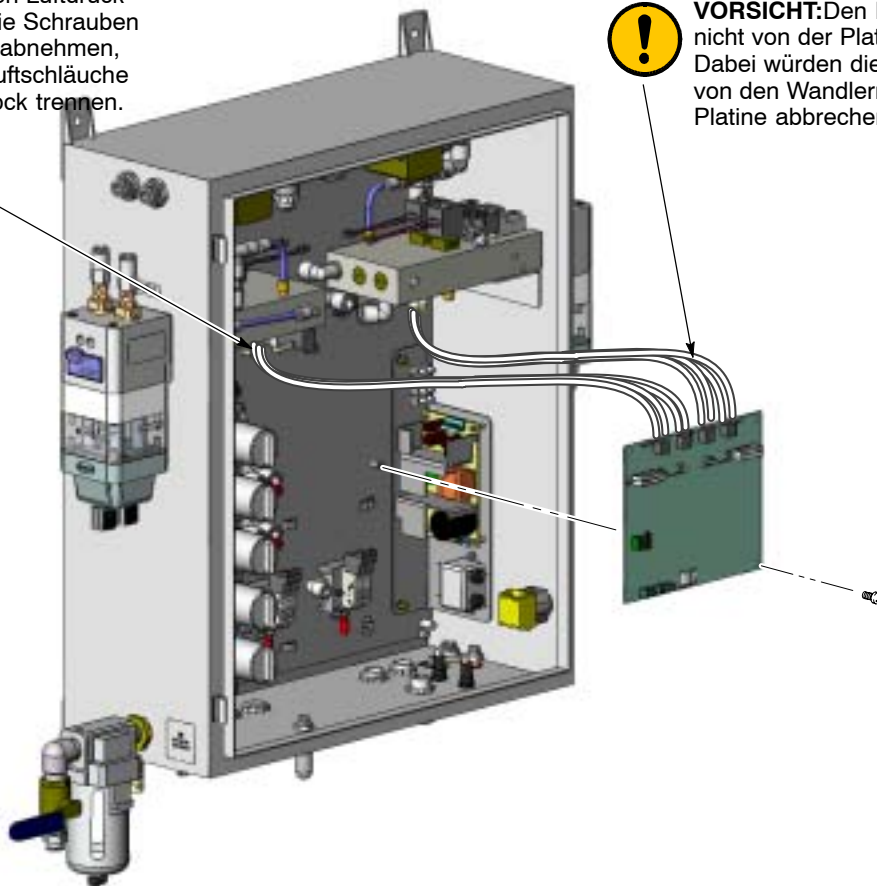

Abb. 2 Platine einsetzen
3. Siehe Abbildung 2. Tür der Pumpenkonsole öffnen und alle Kabelbäume von der Platine abnehmen.